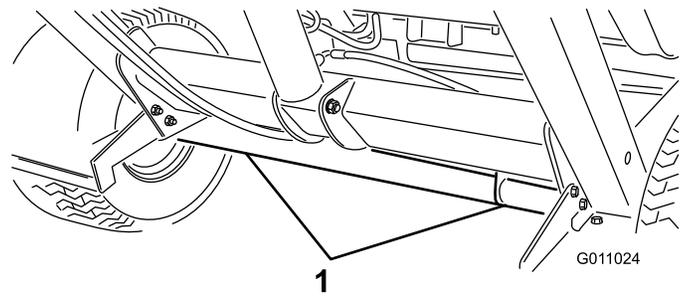
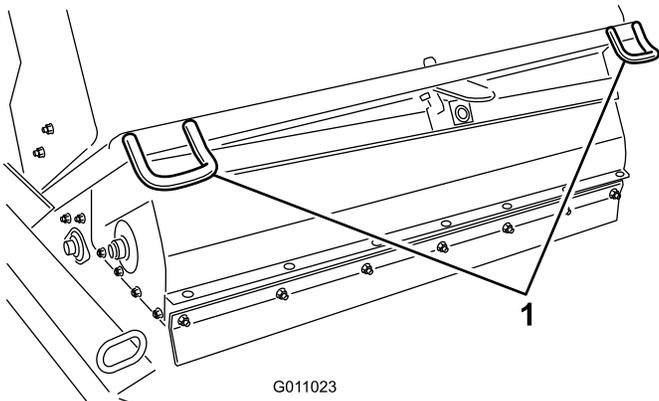

Figura 32
Figura 31
- Prima di trasferire la macchina, utilizzate i punti di attacco per ancorare la parte anteriore della macchina (Figura 31), e l'assale (Figura 32) per ancorare la parte posteriore della macchina al rimorchio.